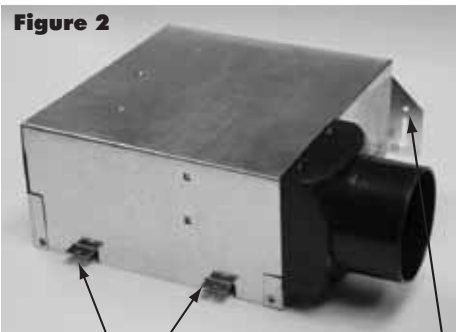

Figure 2
2. Attach housing to joist through keyhole mounting tabs using nails or screws. (Do not tighten.) (Fig. 2) Adjust the housing so it will not extend past the finished ceiling. The outer edge of the housing should be recessed 1/8" to 1/4" from the finished ceiling.
3. For added stability in ceiling installations, the four tabs on housing should be bent outward to rest on top of ceiling material (Fig2).
2. Conecte el bastidor a la viga a través de las lengüetas perforadas usando clavos o tornillos. (No apriete). (Fig. 2) Ajuste el bastidor de manera que no sobresalga del techo acabado. La orilla exterior del bastidor debe quedar metida de 1/8" a 1/4" dentro del techo acabado.
3. Para añadir estabilidad en instalaciones de cielo raso, las cuatro lengüetas del bastidor deben ser dobladas hacia afuera para que descansan arriba del material del cielo raso. (Fig 2)
2. Attacher l'enveloppe à la solive par les attaches en trou de serrure, en vous servant de clous ou de vis. (Ne pas les serrer.) (Fig. 2) Ajuster l'enveloppe entre les solives, de façon à ce qu'elle ne dépasse pas le dessous du plafond fini. Le rebord extérieur de l'enveloppe devrait être en retrait de 1/8 à 1/4 po. par rapport au plafond fini.
3. Pour une plus grande stabilité dans les installations au plafond, les quatre languettes sur le boîtier devraient être repliées vers l'extérieur et reposer sur les matériaux du plafond. (Fig 2)